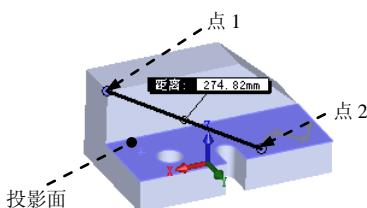
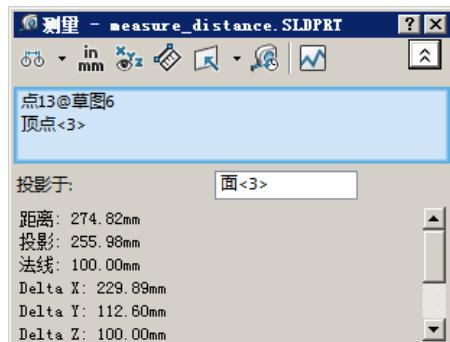

图 8.1.13 选取点和面
图 8.1.14 “测量”对话框 (二)
Step11. 测量点到点之间的投影距离，如图 8.1.13 所示。
(1) 选取图 8.1.13 所示的点 1 和点 2。
(2) 在“测量”对话框中单击  按钮，在系统弹出的下拉列表中选择  选择面/基准面 命令。
(3) 定义投影面。在“测量”对话框的 **投影于:** 文本框中单击，然后选取图 8.1.13 所示的模型表面作为投影面。此时选取的两点的投影距离在“测量”对话框(二)中显示(图 8.1.14)。